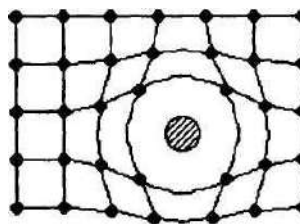

Рис. 1.6. Фрагмент кристаллической решетки
25. Какого рода дефект кристаллической структуры представлен на рис. 1.6?